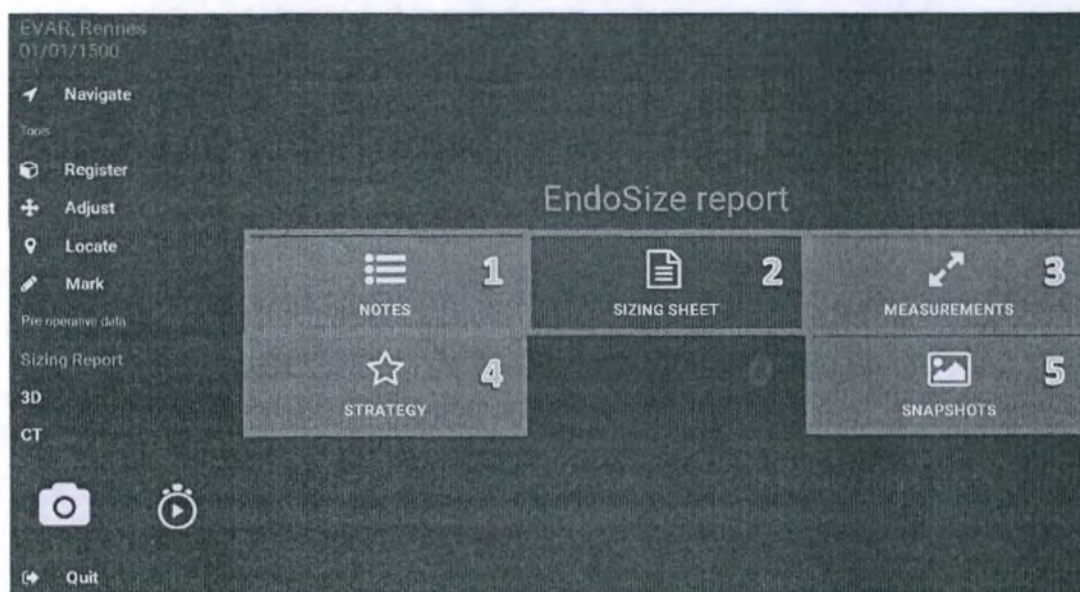

Рисунок 17 – Предоперационные данные: Интерфейс отчета о размерах
- а. Нажмите на пиктограмму Карандаш для изменения имени коллатерали (см. Рис. 17). Вы можете переименовать коллатераль, выбрав имя в списке ниже.